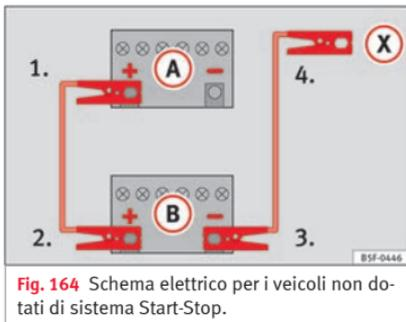

Fig. 164 Schema elettrico per i veicoli non dotati di sistema Start-Stop.
2. Collegare un'estremità del cavo di emergenza rosso al polo positivo (+) del veicolo con la batteria scarica (A) » **fig. 164**.
3. Collegare l'altra estremità del cavo di emergenza rosso al polo positivo (+) della batteria che fornisce la corrente (B).
4. **Nei veicoli senza sistema Start-Stop:** collegare un'estremità del cavo nero di emergenza al polo negativo (-) del veicolo che eroga la corrente (B) » **fig. 164**.
- **Nei veicoli con sistema Start-Stop:** collegare un'estremità del cavo nero di emergenza (X) a un terminale di massa idoneo, a un elemento metallico massiccio avvitato al